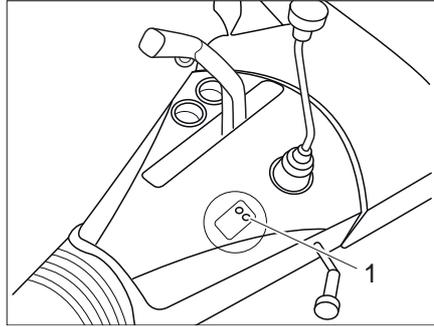

Bild 2 LED des ATC (AL-KO Trailer Control)
- Ein Selbsttest wird durchgeführt, die LED (Bild 2,1) leuchtet rot.
- Nach dem Selbsttest leuchtet die LED (Bild 2,1) grün, das ATC ist aktiv.